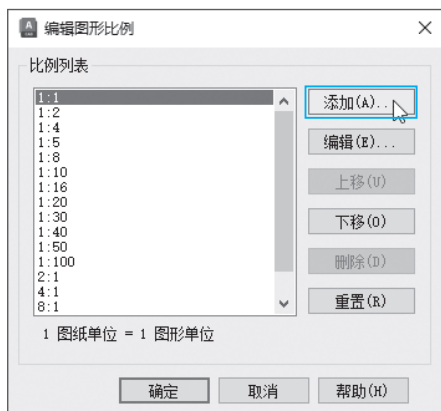

图 1-27
**步骤 02** 如果该列表中没有所需要的比例，可选择“自定义”选项，打开“编辑图形比例”对话框，单击“添加”按钮，如图1-27所示。